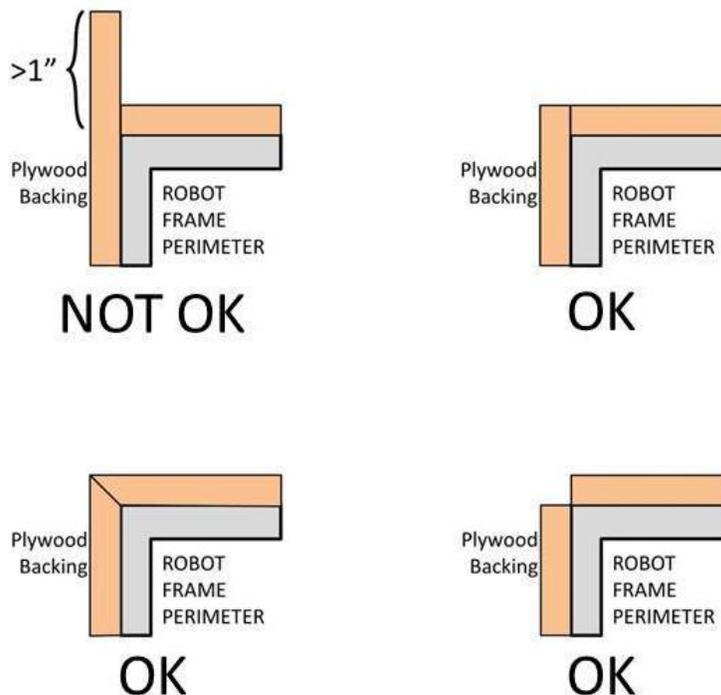

Figura 95 Secciones difíciles de la Esquinas de los PARACHOQUES
- B.** las secciones difíciles del PARACHOQUES permitidas en la regla R24-A, -E, -F, y -G no pueden extenderse más allá de 1 in. (~25 mm) del PERÍMETRO DEL CHASIS (la medición se realiza tal y como se muestra en la Figura 95).